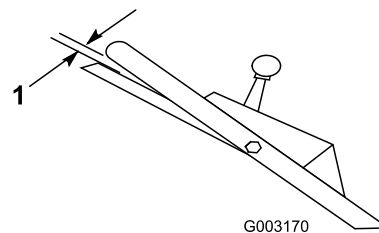

**Figure 26**
2. Tournez le bouton de commande de 1/2 tour dans le sens horaire si la tondeuse n'avance pas automatiquement. Si la tondeuse a tendance à avancer, tournez le bouton de 1/2 tour dans le sens anti-horaire pour détendre la courroie (Figure 26).